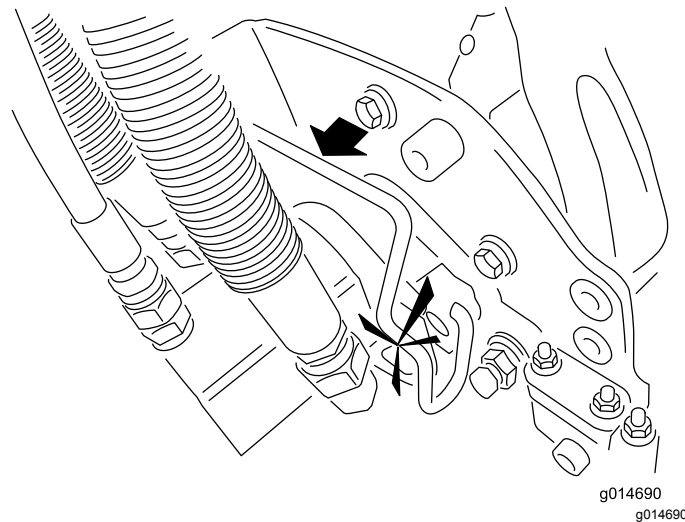

図 34
- 5. カuttingユニット用モータのスプラインシャフトにきれいなグリスを塗りつける 図 34。
- 6. モータを、カuttingユニットの左側運転席から見てに取り付け、カuttingユニットについているモータ固定バーを、モータの上から被せるようにセットし、モータの左右から「カチッ」というロック音が聞こえるまで押し下げる 図 34。